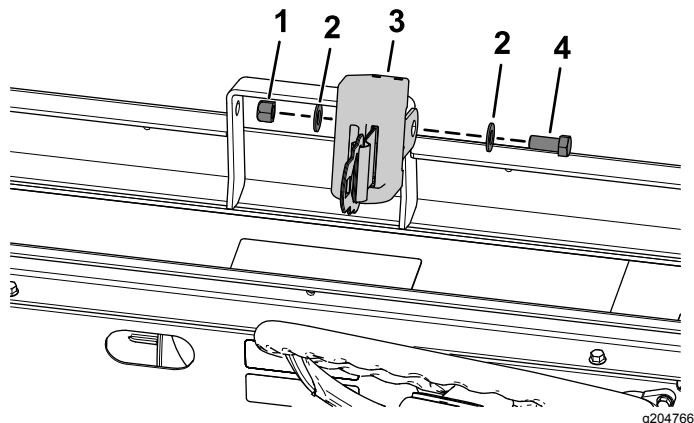

図 21
4. 図 21のように、シートベルトを取り付ける六角ヘッドボルト 7/16 x 1 インチ1 本、平ワッシャ 7/16 インチ2 枚、ロックナット 7/16 インチ1個を使用する。